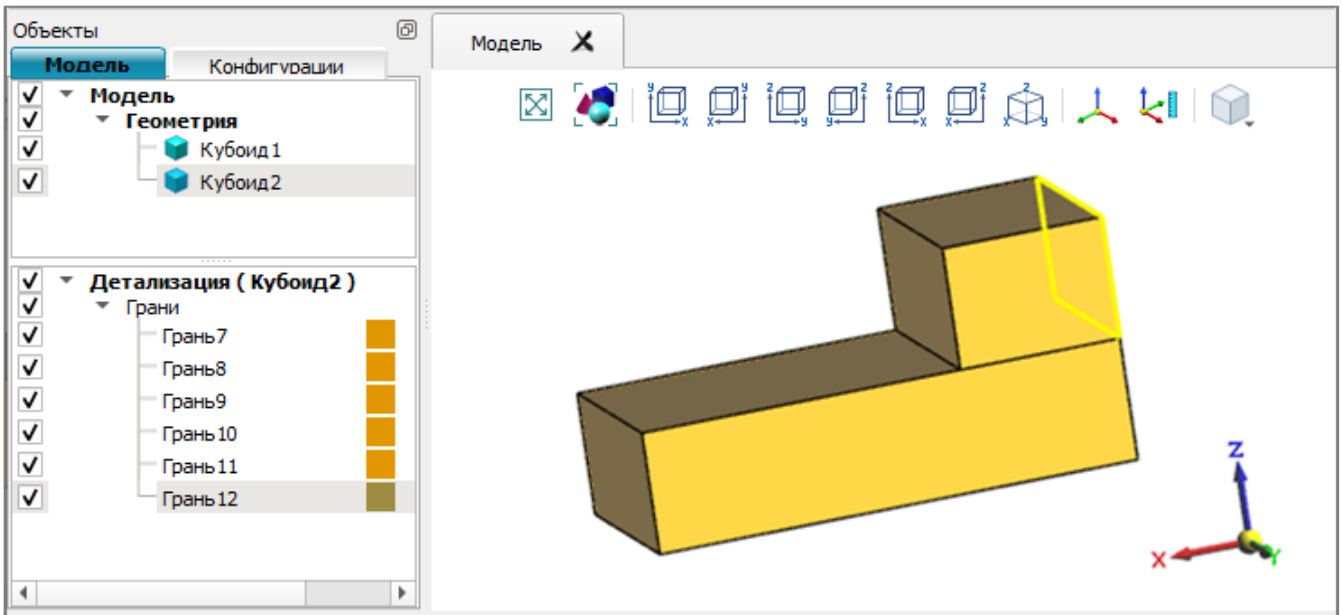

Рис. 14
- 1) добавить еще один примитив *Кубоид* и отредактировать его свойства (рис. 14);